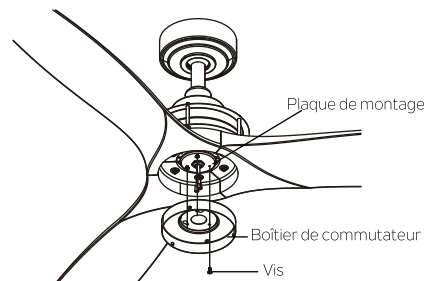

Fig. 24
**Étape 4.** Placez les deux trous oblongs sur le boîtier de commutateur sur les 2 vis desserrées précédemment de la plaque de montage. Tournez le boîtier de commutateur jusqu'à ce qu'il soit verrouillé en place à la section étroite des trous en forme de serrure. Fixez en serrant les 2 vis installées précédemment et celle qui a été desserrée précédemment au cours de l'étape 2. (Fig. 24)